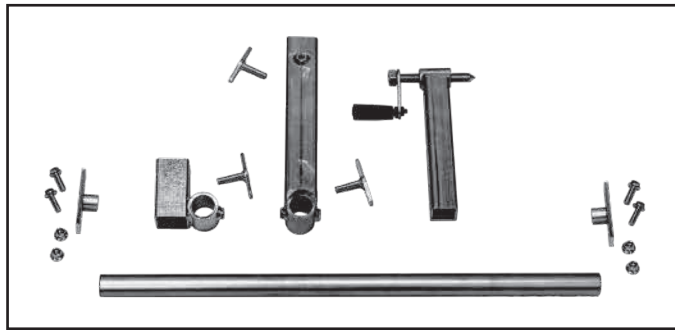

Fig. 16
Étape 11 : Assemblage de l'ensemble pince (fig. 16) sur le rail aux points de chaque côté du support de grume de raccordement de rail.